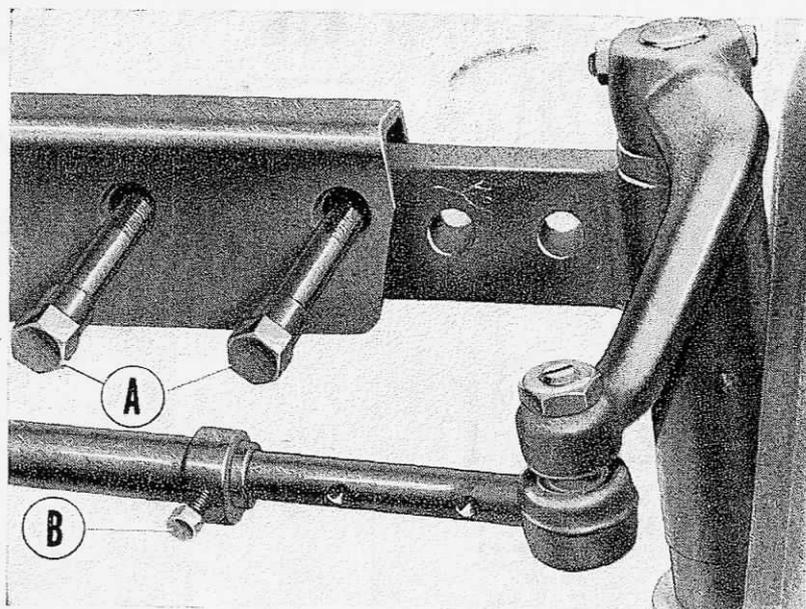

Fig. 32
- Déposer les boulons (A, fig. 32).
- Desserrer les vis (B).